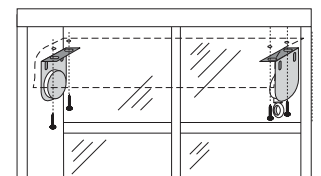

Fig. 5
- Marque los orificios donde colocará los cuatro tornillos (Fig. 5).
- Instale la abrazadera de la manivela y la abrazadera del extremo inactivo a través de los orificios de la cenefa (Fig. 5).